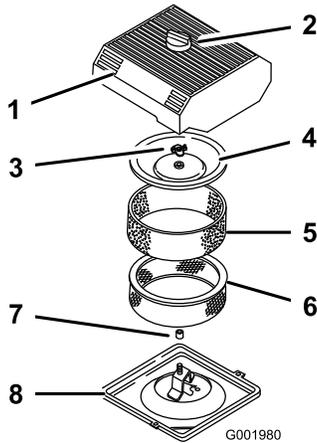

图 39
3. 清洁空气滤清器的周围防止灰尘进入发动机并导致损害 图 39。
4. 松开空气滤清器盖上的旋钮取下滤清器盖 图 39。
5. 小心将泡沫滤芯滑出纸质滤芯 图 39。
6. 卸下护罩螺母取下护罩和纸质滤芯 图 39。
1. 小心将泡沫滤芯滑落到纸质空气滤清器滤芯上 图 39。
3. 安装护罩螺母用手指拧紧护罩 图 39。
4. 安装空气滤清器盖和旋钮 图 39。